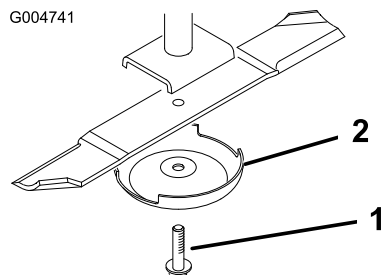

Figure 88
3. Enlevez le boulon, la coupelle de protection et la lame de l'axe de pivot (Figure 88).